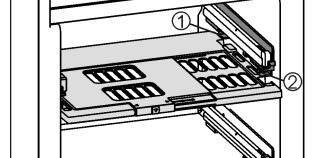

Fig. 28
► Feuchteregulierungsplatte einsetzen: Deckelstege der Platte von unten in die hintere Halterung Fig. 28 (1) einführen und vorne in die Halterung Fig. 28 (2) einrasten.